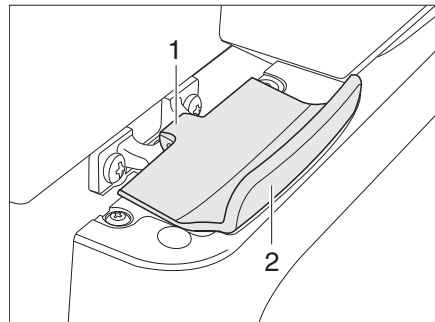

Bild 279 Verriegelung der Kälteboxtür, geschlossen (Thetford)
- Kälteboxtür am Griff (Bild 279,2) öffnen. Die Verriegelung (Bild 279,1) wird automatisch gelöst.